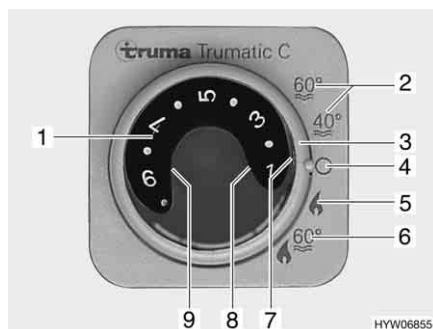

Fig. 103 Centralina di controllo per riscaldamento/boiler
- Impostare la modalità di funzionamento tramite l'interruttore girevole (Fig. 103,3).
A seconda della temperatura ambiente desiderata, il riscaldamento seleziona automaticamente il livello del bruciatore necessario. Al raggiungimento della temperatura ambiente desiderata, il bruciatore si spegne. Durante la modalità di funzionamento "Riscaldamento e boiler" (Fig. 103,6) è riscaldata anche l'acqua nel boiler. Nella modalità di funzionamento "Riscaldamento senza boiler" (Fig. 103,5) è possibile far funzionare il riscaldamento con il boiler vuoto.
- Impostare la manopola della temperatura (Fig. 103,1) sulla centralina di controllo scegliendo la potenza desiderata.
- Posizionare l'interruttore girevole (Fig. 103,3) su funzionamento invernale "Riscaldamento senza boiler" (Fig. 103,5) o "Riscaldamento e boiler" (Fig. 103,6).
Si accende la spia verde di controllo (Fig. 103,7).
- Posizionare l'interruttore girevole (Fig. 103,3) su "O" (Fig. 103,4).